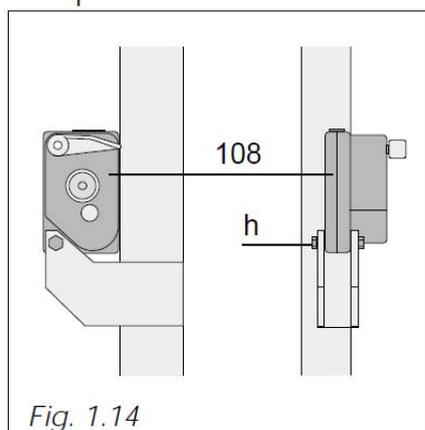

Fig. 1.14
- a) Montar los anticaidas BLOCSTOP BSO-1020 (108) por medio de los tornillos (h) (Fig. 1.14).